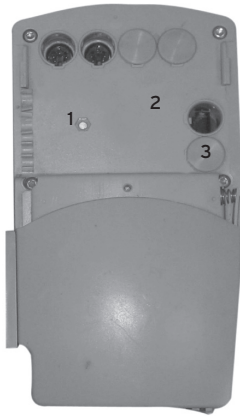

Fig.3a
- Passare al collegamento elettrico dell'attuatore alzatesta e del telecomando come illustrato in Fig.3a-b